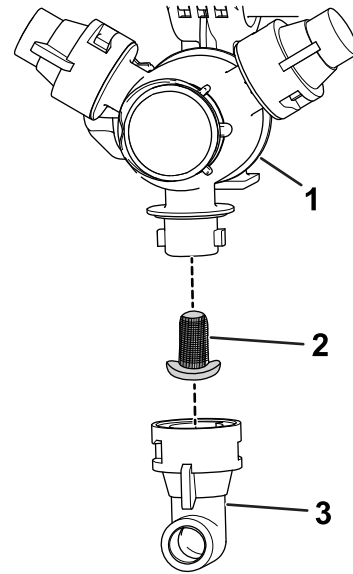

図 103
2. タレットからノズルを外す 図 103。
3. 古いノズルフィルタ 図 103を外す。
4. 新しいノズルフィルタを取り付ける 図 103。
5. タレットにノズルを取り付ける 図 103。